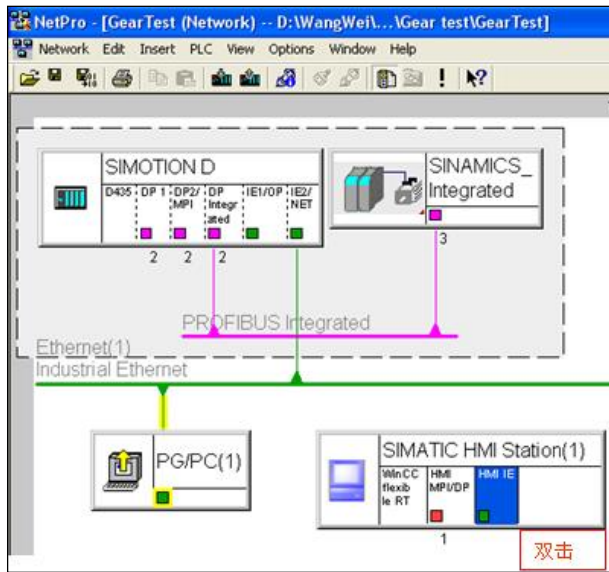
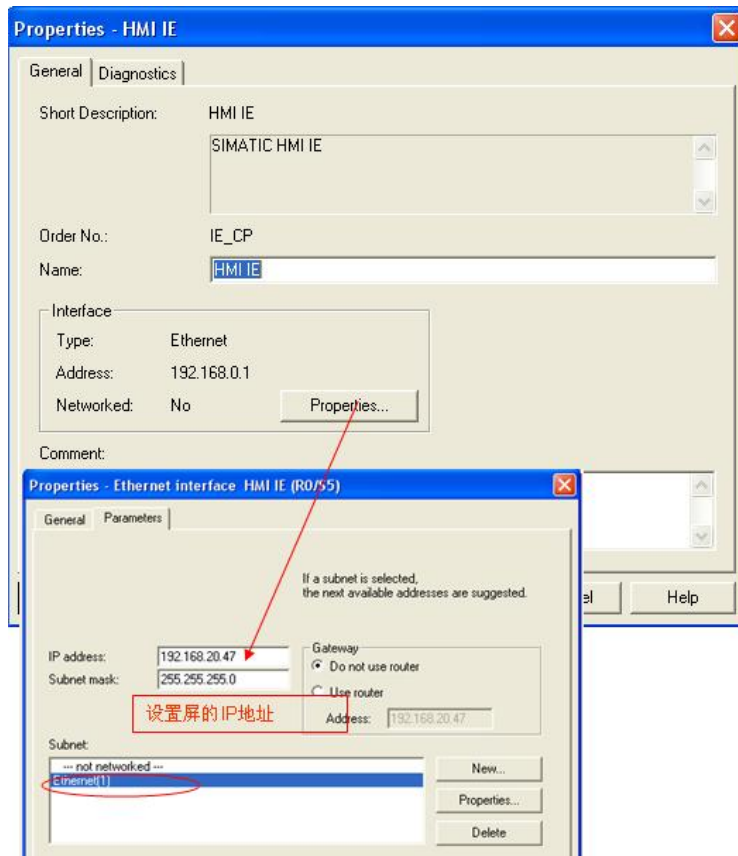
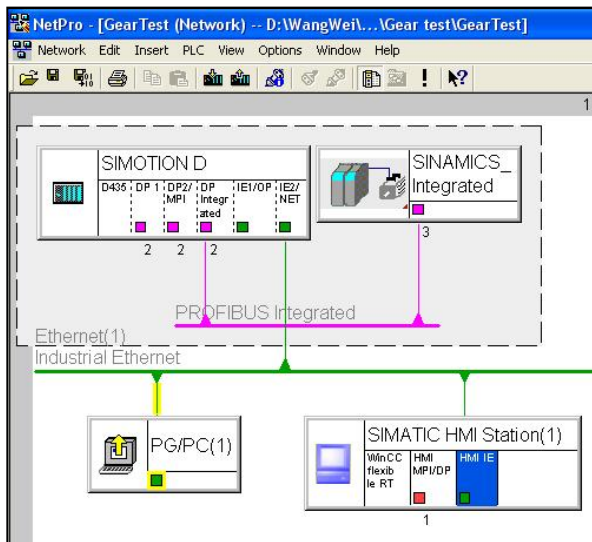

图 3.
图 4.
图 5.
(4)在添加的图 3 中的 HMI 设备中双击 HMI IE，出现图 4 画面，选择 HMI 的连接网络并设备其 IP 地址，设置完毕如图 5 所示：